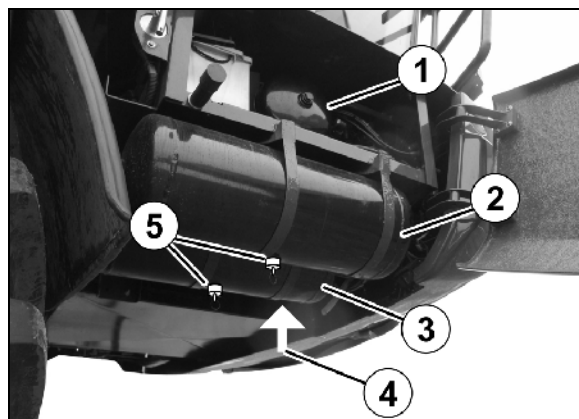

Рис. 154
Под кабиной за правой крышкой для технического обслуживания (Рис. 154/1-4) находится в общей сложности четыре ресивера.
1. Потяните клапан для слива воды (Рис. 154/5) за кольцо вбок и подождите, пока из ресивера не начнет вытекать вода.